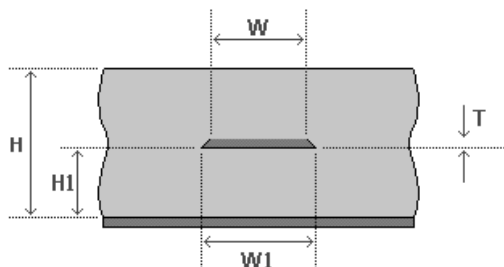

図 2 - エンベデッド・マイクロストリップ
- 2) エンベデッド・マイクロストリップ (図 2 参照)